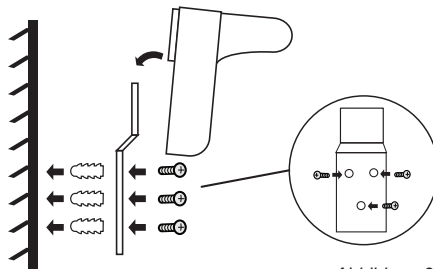

Abbildung 2
3. Bringen Sie die Rückseite des Ventilatorkorbs (5) auf das Motorgehäuses (7) an. Die Aussparungen müssen genau sich über den Nocken des Motorgehäuses und der Schaft (6) an der Oberseite befinden.
4. Bringen Sie den Befestigungsring (4) wieder auf der Achse an und ziehen Sie ihn richtig fest an (Im Uhrzeigersinn).
5. Schieben Sie die Ventilatorflügel (3) auf die Achse, die Aussparungen müssen sich genau über den zwei Nocken der Achse befinden.
6. Bringen Sie den Befestigungsknopf (2) wieder auf der Achse an und ziehen Sie ihn fest an (links herum) während Sie die Ventilatorflügel festhalten.
7. In den Korb (1) befinden sich fünf Klemmen. Legen Sie die obere Klemme der Lasche sorgfältig um den äußersten Ring des Korbs, sodass Sie den Korbteile mit dem Bolzen und der Mutter aneinander befestigen können. Drehen Sie die Schraube mit einem Kreuzschlitzschraubenzieher an.
9. Wählen Sie eine geeignete Stelle aus und befestigen Sie den Befestigungsbügel mit den mitgelieferten drei Dübeln und den mitgelieferten Schrauben an einer stabilen Wand (oder verwenden Sie eine Latte hinter einer Wand aus einer Gipswandplatte) (siehe Abbildung 2).